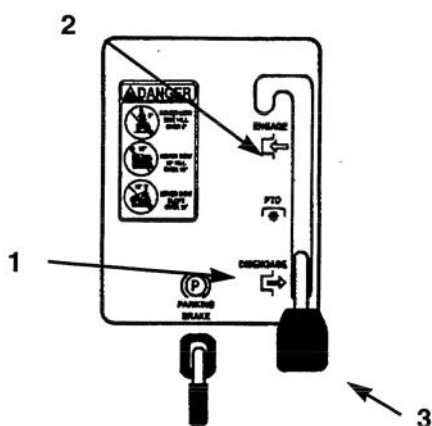

Figure 5
2. Mettre la commande des lames (prise de force) sur ENGAGED (EMBAYEE) (Fig. 5).
2. Mettre la commande des lames (prise de force) sur DISENGAGED (DEBAYEE) (Fig. 5).